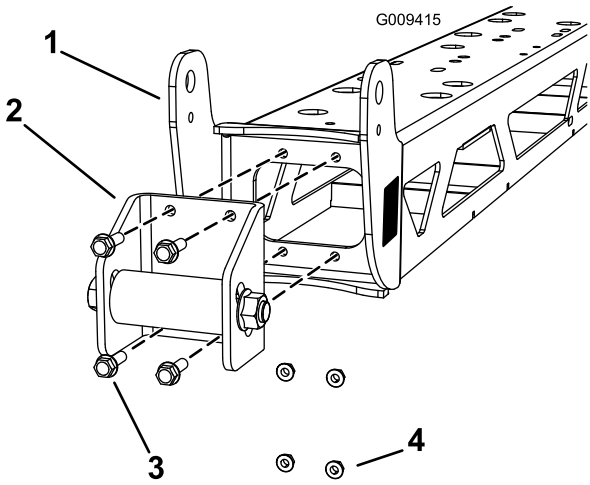

Figura 1
2. Retire los 4 pernos y tuercas (5/16 pulgada) que sujetan los topes al bastidor del brazo central según se muestra en (Figura 1). Retire los conjuntos de los topes de ambos lados del brazo central. Guarde todas las piezas para su uso posterior.